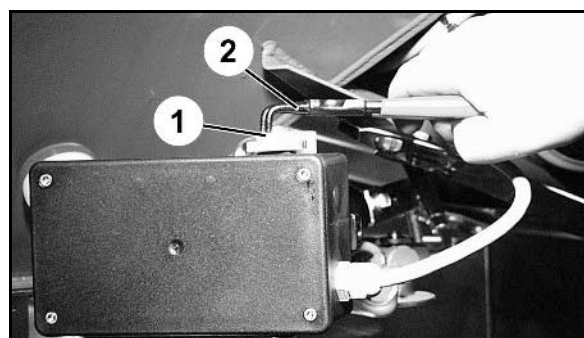

Fig. 12
1. Ta bort de båda låsringarna (Fig. 12/1) med en låsringstång (Fig. 12/2).